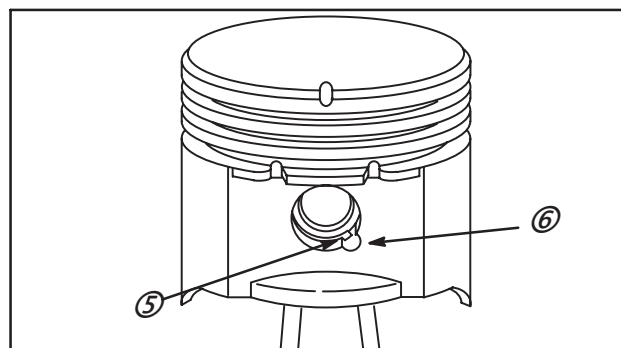

Fig. 3
1. Tourner l'arrêt de l'axe du piston (5) jusqu'à placer une de ses extrémités sur l'encoche de l'alésage de l'axe du piston (6), Fig. 3.